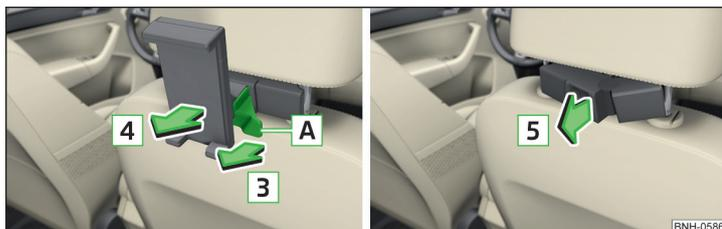

Fig. 97 Retirar: Soporte / adaptador
- ▶ Para **retirar**, tirar en el cinturón de seguridad **A** en el sentido de la flecha **3** y tomar el soporte del adaptador en el sentido de la flecha **4** » fig. 97.